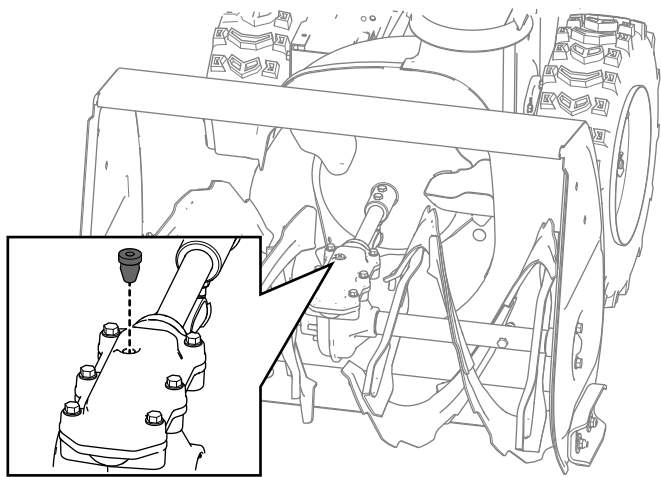

Figura 28
2. Pulite l'area attorno al tappo del tubo e rimuovete il tappo del tubo dalla scatola ingranaggi (Figura 28).